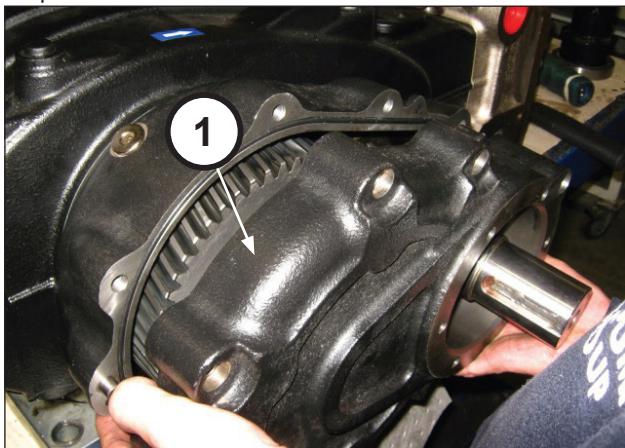
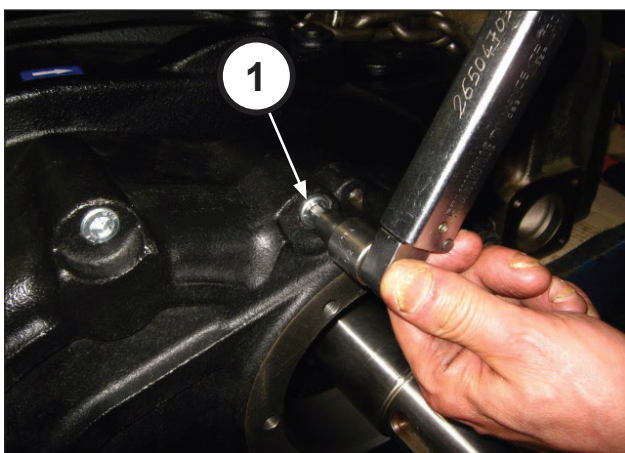

Fig. 78
Fig. 79
Monter le couvercle de réducteur (rep. ①, Fig. 78) et le fixer à l'aide de 10 vis M10x50 (rep. ①, Fig. 79). Serrer les vis à l'aide d'une clé dynamométrique, en suivant les indications du chapitre 3.